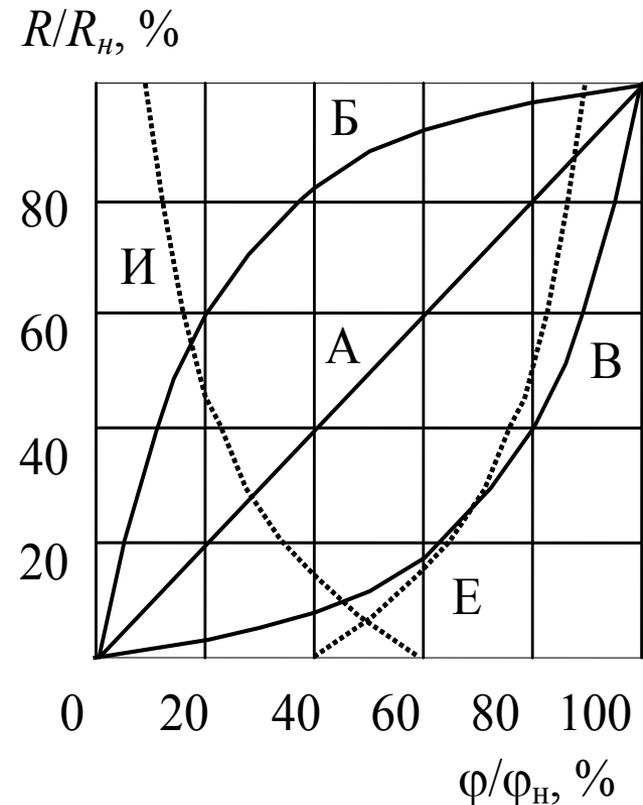

Рис. 7.8. Функциональные характеристики переменных резисторов (φ_n – максимальный угол поворота движка резистора)
7. Функциональная характеристика представляет зависимость сопротивления R переменного резистора от угла поворота $R = f(\varphi)$ или от величины линейного перемещения $R = f(l)$ скользящего контакта вдоль РЭ. По виду функциональной характеристики переменные резисторы делятся на следующие группы: линейные (типа А); нелинейные (типа Б – логарифмические и типа В – обратнологарифмические); специального назначения (типа И или Е). Функциональные характеристики переменных резисторов представлены на рис. 7.8.